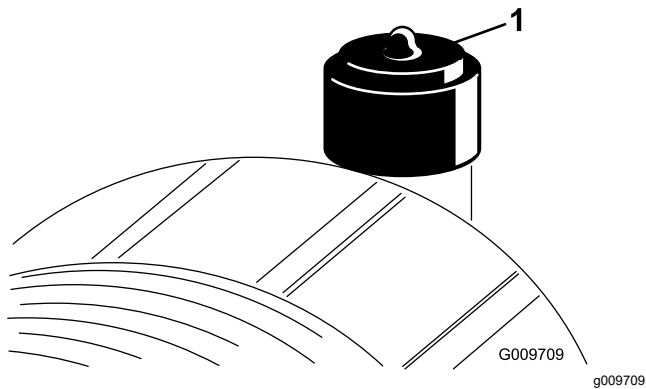

图 49
仅在维修指示灯 (图 49) 要求时才维修空气滤清器滤芯。如果是在必须更换之前才更换空气滤清器只会增加灰尘在滤清器拆下时进入发动机的几率。
2. 如果指示灯显示为红色请重设 (图 49)。